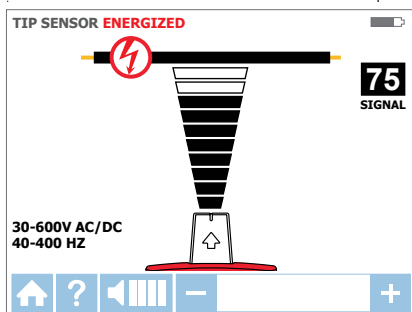

Figura 3.2e
2. Selecione o modo de **SENSOR DE PONTA** com eletricidade usando as setas direcionais para selecionar este modo de funcionamento e prima o botão "ENTER" amarelo. O visor será apresentado tal como na Figura 3.2e.